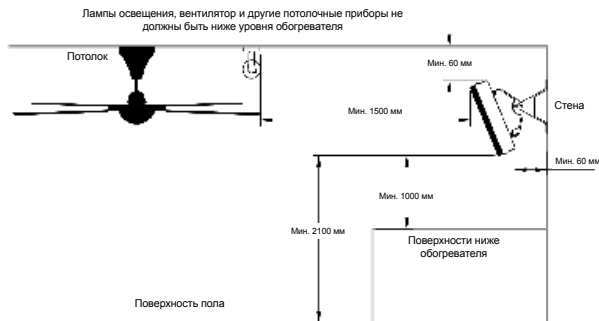

Рис.2
3. В соответствие с рис. 2, 3, 4 определите место установки обогревателя на потолке или на потолочных конструкциях с соблюдением минимальных расстояний от предметов и минимального расстояния от пола.